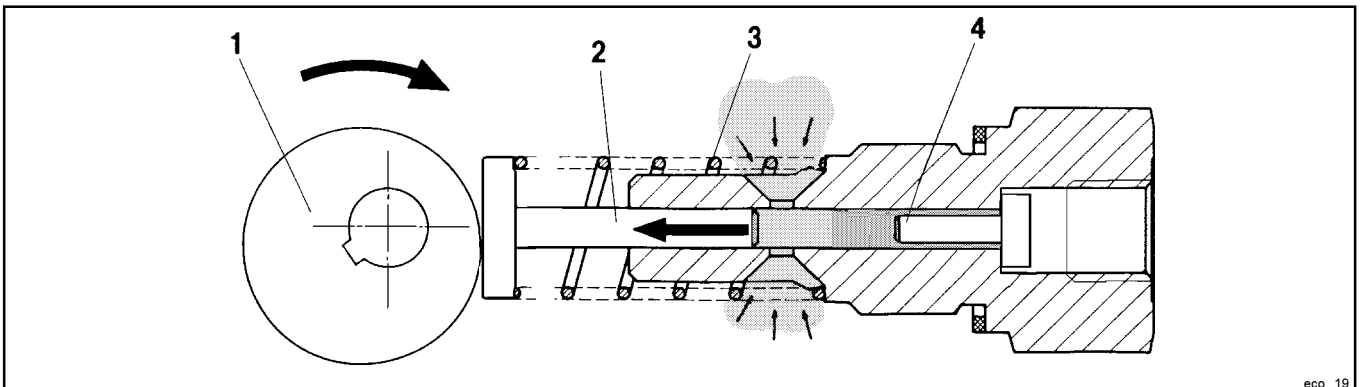

Abb. 3 - Pumpenelement saugt an
- Der Elektromotor treibt den Exzenter 1 (Abb. 3, 4) an.